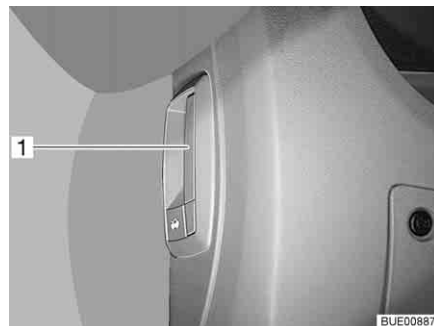

Fig. 40 Palanca de desbloqueo del capó del motor (en el vehículo)
- Tirar de la palanca (Fig. 40,1) a la izquierda o al lado del salpicadero.